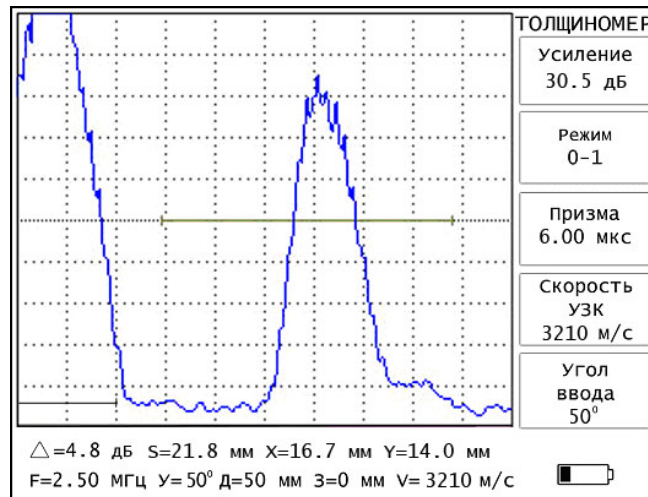

Рис. 5.12.
5.5.7. Меню «ТОЛЩИНОМЕР» содержит следующие параметры (рис. 5.12).